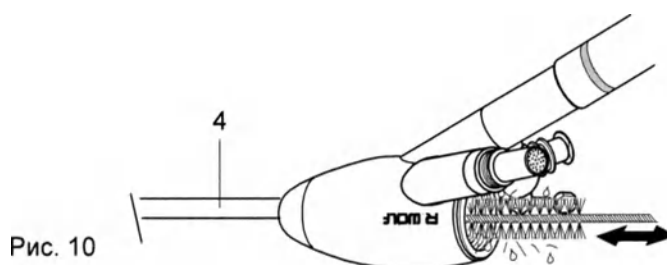

Рис. 10
- ◆ Очистите стержневую трубу (4) подходящей щеткой для очистки и промойте ее (рис. 10).